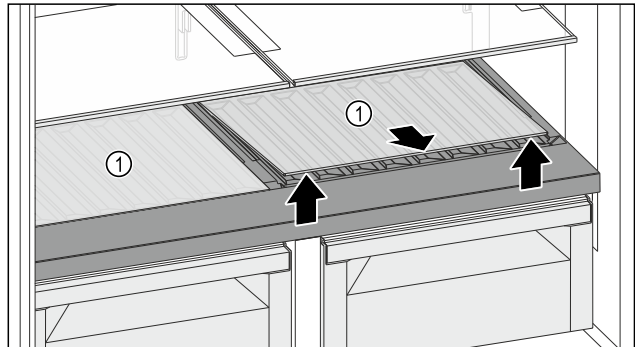

Fig. 130
- ▶ Приподнимите одну или обе стеклянные пластины Fig. 130 (1) за выемку спереди и извлеките.
- ▶ Уложите стеклянную пластину (стеклянные пластины) Fig. 130 (1) на хранение вне устройства.